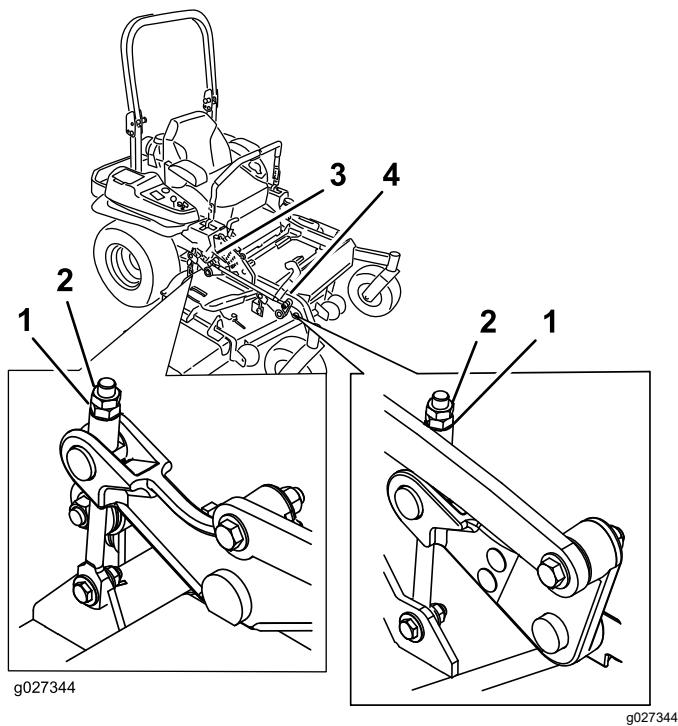

Figura 114
10. Gire la tuerca de ajuste del conjunto de elevación de la carcasa delantera para modificar la altura (Figura 114).
16. Gire el tornillo de ajuste hasta obtener una altura de 8,3 mm (Figura 114).